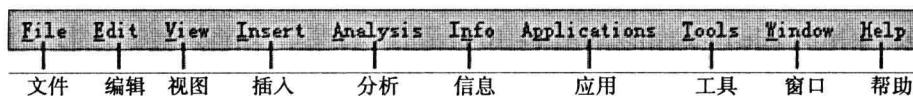

图 1-6
**主菜单:** 位于窗口的上部,放置系统的主菜单。不同的模块,显示的菜单和菜单中的内容有不同,如图 1-6 所示。